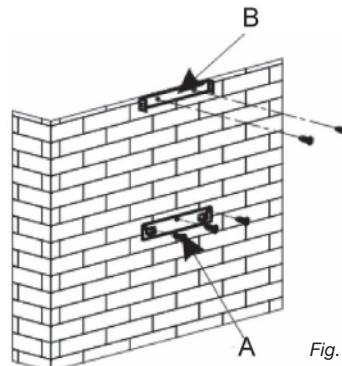

Fig. 1
(fig. 1)
- Tracez sur le mur les 3 trous que vous devez percer en utilisant le crochet de suspension de la hotte fourni et en respectant la distance conseillée (pièce A fig. 1).
- Fixez le support de fixation de la hotte en veillant à ce qu'il soit parfaitement de niveau (pièce A fig. 1).
- Calculez la hauteur finale pour fixer l'étrier en U de support de la cheminée (pièce B fig. 1).
- Percez les 2 trous de 8mm et fixez l'étrier de support de la cheminée en faisant attention qu'il soit bien dans l'axe de la hotte (pièce B fig. 1).
Les éventuelles interventions sur votre appareil doivent être effectuées par un professionnel qualité dépositaire de la marque. Lors de votre appel, mentionnez la référence complète de votre appareil (modèle, type, numéro de série). Ces renseignements figurent sur la plaque signalétique (*Fig. 1*).